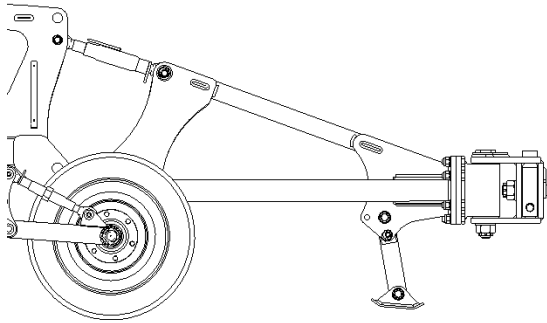

Figura 11-Piede d'appoggio-Posizione di parcheggio /
- Portare il piede d'appoggio dalla posizione di parcheggio (Figura 11) a quella di lavoro (Figura 12).